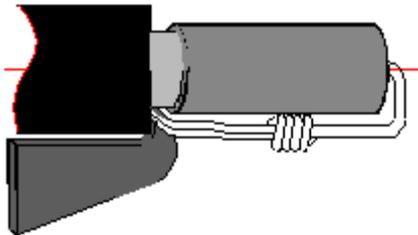

Рисунок 5 - Обработка выводов резистора и дренажных проводников
2.1.10 Скрутить между собой второй вывод резистора и дренажные проводники внутреннего экрана кабеля, прижать их к трубке вдоль оси резистора (см. рисунок 5). Излишки проводников отрезать.